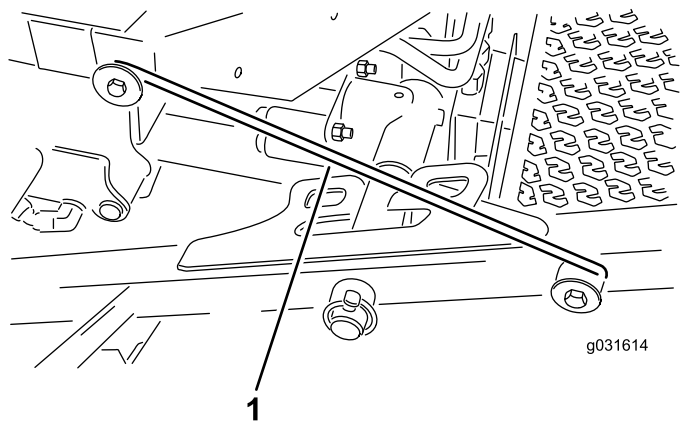

図 32
4. 前側キャリアフレームリテーナからラッチのロッドを外す 図 32。
5. 前Cuttingユニットの外側を持ち上げ、運転台前部のフレームについているピンにラッチを掛ける 図 32。